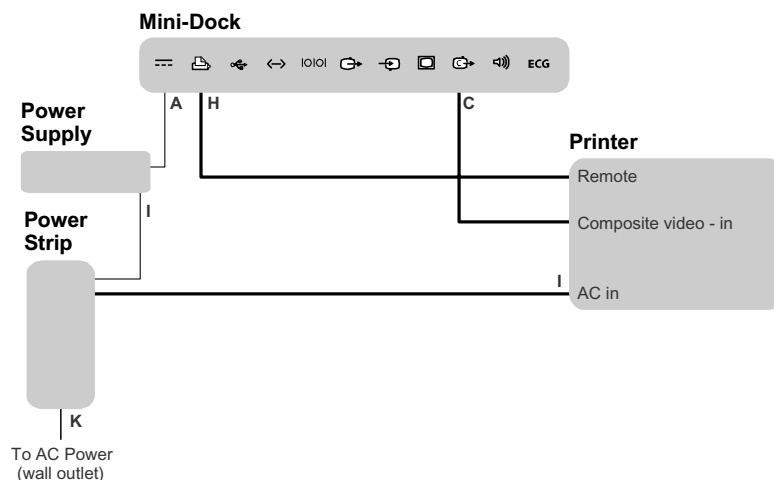

Abbildung 3 Einrichtung des Systems und eines Druckers auf dem MDSe
An das MDSe können ein Schwarz-Weiß-Drucker oder ein Farbdrucker angeschlossen werden. Siehe Abbildung 3. Spezifische Informationen zur Verwendung des Druckers, einschließlich Warn- und Sicherheitshinweise, finden Sie in den Bedienungsanweisungen des jeweiligen Herstellers.
3	Die Kabel anschließen. Siehe Abbildung 3 auf Seite 13 und „Kabel, Anschlüsse und Mini-Dock-Symbole“ auf Seite 19. • Vorinstalliertes Kabel für Druckersteuerung (H) • Netzstromkabel des Druckers (I) • Vorinstalliertes Composite-Video-Kabel (C)